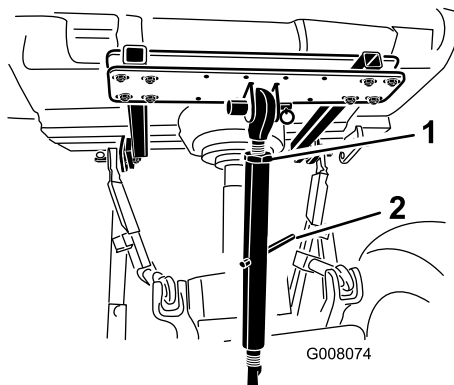

Figure 9
7. Tournez la biellette de réglage pour serrer la liaison (Figure 9). Ne serrez pas excessivement jusqu'à soulever l'arrière de l'aérateur du sol.
8. Serrez le contre-écrou pour fixer le bras de liaison supérieur en position (Figure 9).